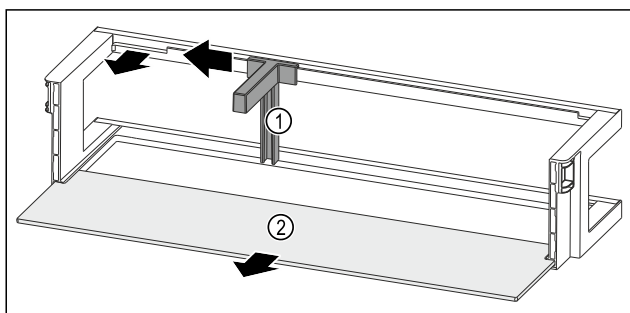

Fig. 265 Dveřní přihrádka s držákem lahví a odkládací plochou
- Držák lahví Fig. 265 (1) posuňte na stranu až k vybrání.
- Držák lahví Fig. 265 (1) odeberte.
- Odkládací plochu Fig. 265 (2) odeberte.